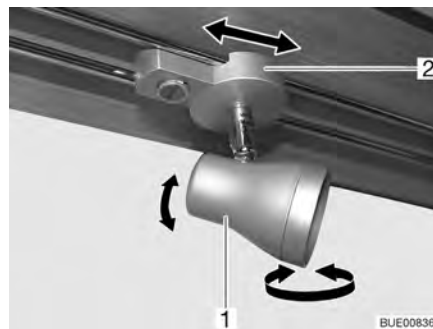

Fig. 51 Foco
**Girar:** ■ Cogér la carcasa (Fig. 51,1) y girarla.
**Desplazar:** ■ Cogér el soporte (Fig. 51,2).